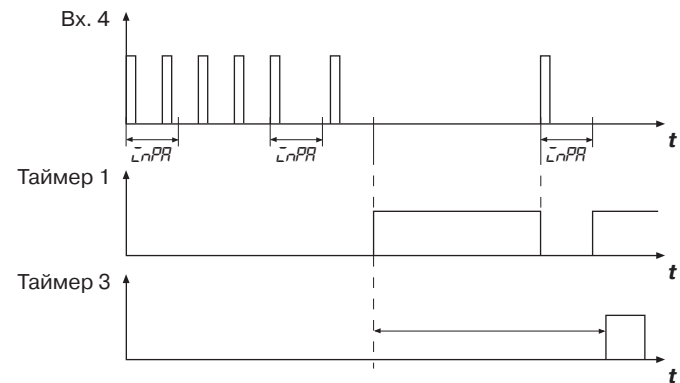

Рис. 6
3.2.5.3. Таймер 3 предназначен для задержки выключения управления приводом на время, заданное в программируемом параметре  $\overline{LnEA}$  (см. прил. В, табл. В3), обеспечивая плотное закрытие задвижки (рис. 6). Кроме того, благодаря такой задержке исключается ложное выключение управления приводом при «подклинивании» задвижки в процессе движения.